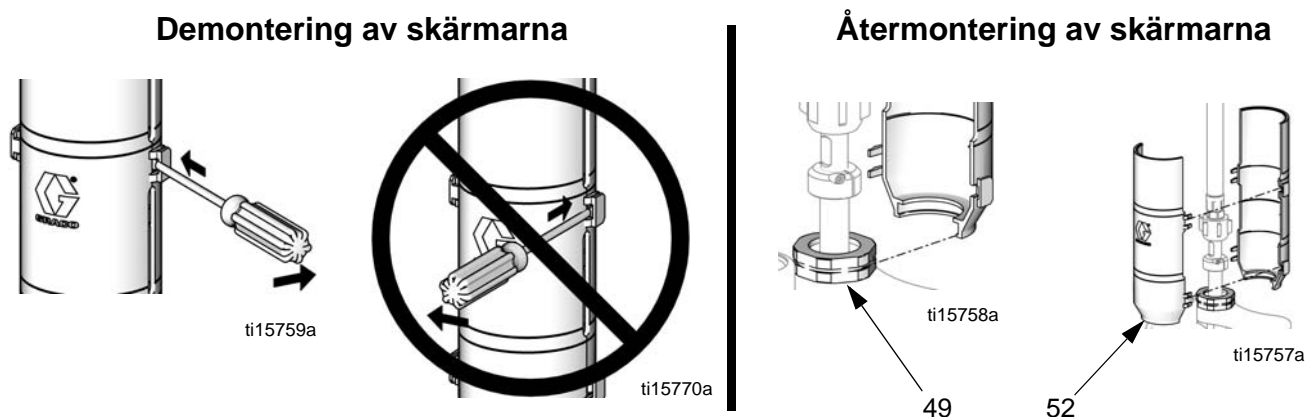

FIG. 2. Demontering och återmontering av skärmarna
Se FIG. 2. Avlägsna skärmen i 2 delar (52) genom att föra in en skruvmejsel rakt in i skåran och använda den som hävarm för att frigöra fliken. Upprepa för alla flikar. Använd **inte** skruvmejseln för att bända isär skärmarna.